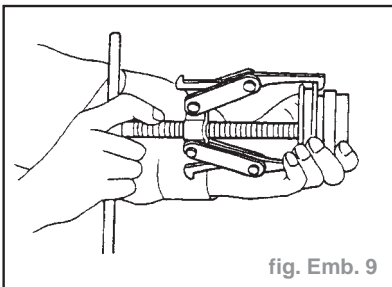

fig. Emb. 9
- Déposer la butée de débrayage du manchon à l'aide d'un extracteur (fig. Emb.9).